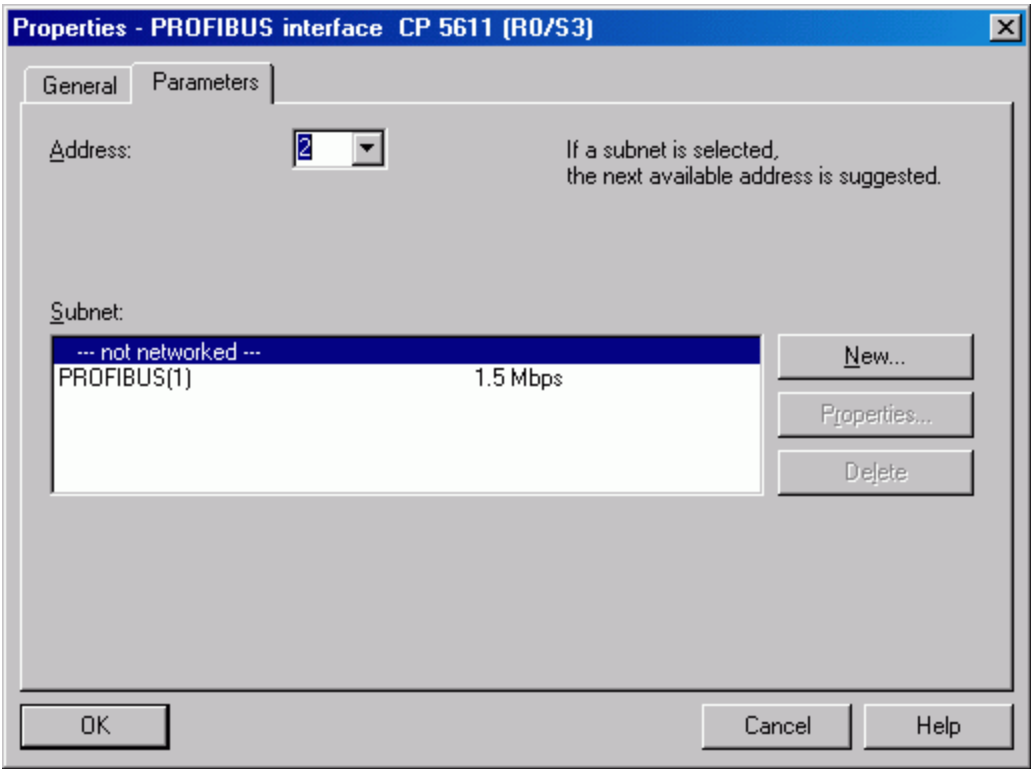

图 3: 加入 CP 5611 的对话框
2. 在PC Station中加入 CP 5611 (这个 CP 5611 不是必须在实际的计算机存在)。当加入 CP 5611时，系统自动弹出一个对话框。不要进行任何的修改关闭该对话框，如下图3所示。